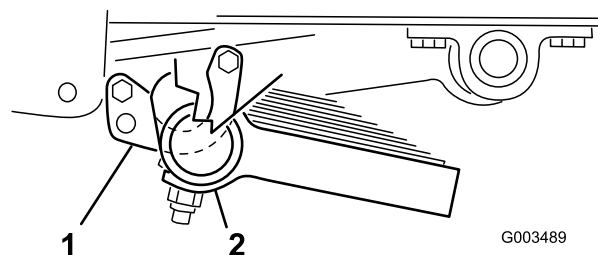

Figura 12
3. Fixai partea din față a fiecărui etrier de ansamblul tubului cu un urub (5/16 x 1") și o contrapiuliă (5/16") (Figura 12)